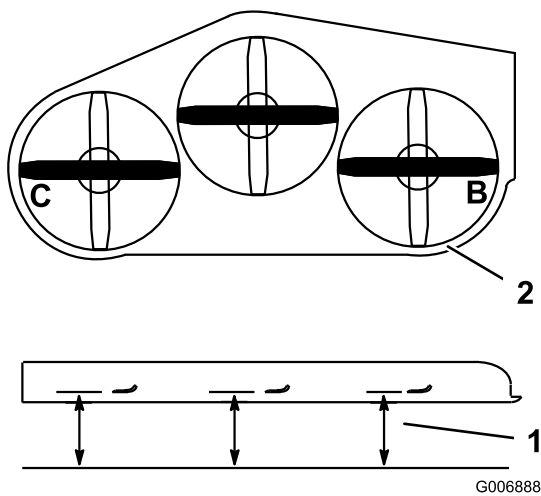

Figura 81
1. Coloque la cuchilla derecha en posición lateral (Figura 81).
2. Mida la cuchilla derecha en la posición **B** desde una superficie nivelada hasta el filo de corte del extremo de la cuchilla (Figura 81).
4. Coloque la cuchilla izquierda en posición lateral (Figura 81).
5. Mida la cuchilla izquierda en la posición **C** (Figura 81) desde una superficie nivelada hasta el filo de corte del extremo de la cuchilla.